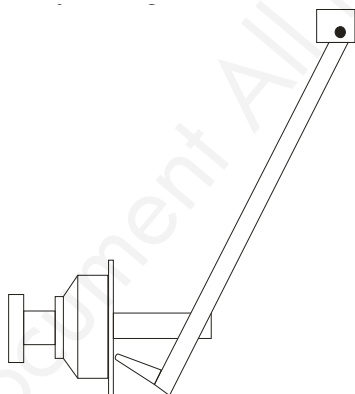

Fig. 8-8
3. Faites pivoter la jauge de largeur, placez la tête de la jauge sur le plan de la bride de l'axe principal (voir figure 8-8), appuyez sur la touche ALU (voir figure 8-3). La calibration est terminée, remettez la jauge de largeur.